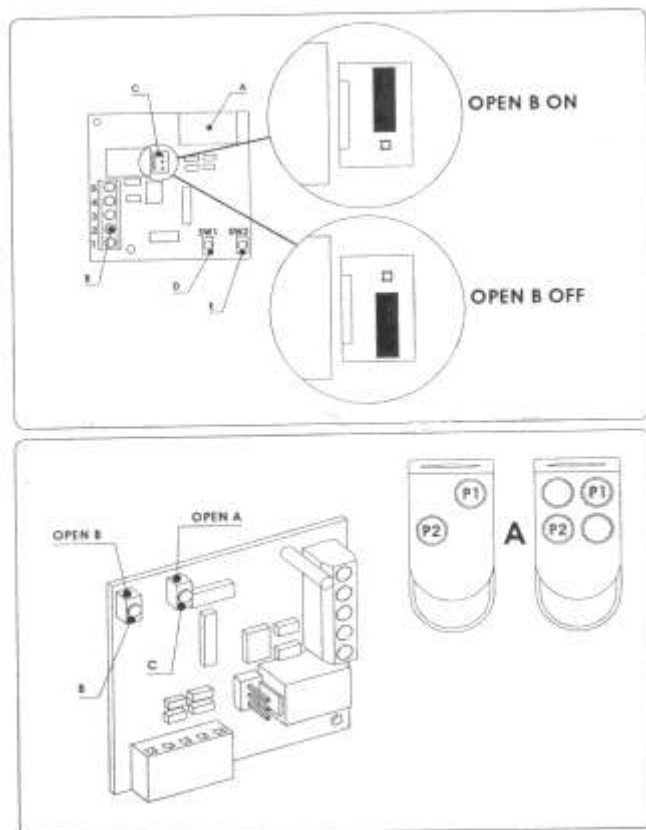

Рис. 4
- Нажмите и удерживайте кнопку SW1 рис.3 на приемной плате JA335 (RP) – светодиод на ней будет мигать. Нажмите и удерживайте на приемной плате 6100075 (RP2) кнопку канала на который Вы хотите записать кодовую комбинацию кнопки брелка: С (SW1) для канала CH1 и В (SW2) для канала CH 2 рис. 4.
Примечание: Положение переключки С рис. 4 включает или отключает второй канал SW2 от клемм разъема В. Сухие контакты реле приемной платы остаются подключены к клеммам разъема А всегда.